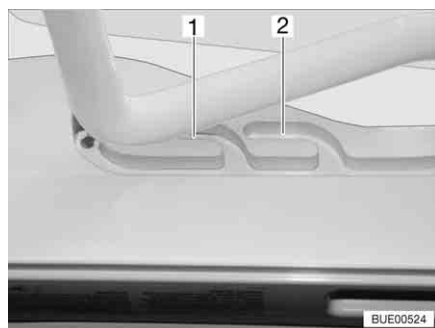
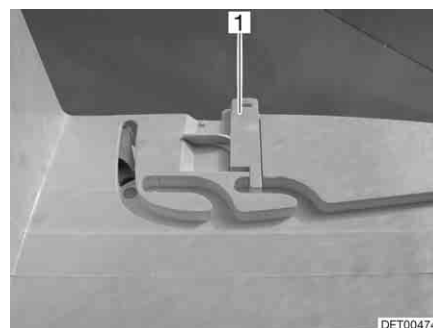

Bild 78 Heki-Dachhaube in Lüftungsstellung
Bild 79 Verriegelung Lüftungsstellung
Die Heki-Dachhaube kann in zwei Lüftungsstellungen gebracht werden: Schlechtwetterstellung (Bild 78,1) und Mittelstellung (Bild 78,2). Je nach Modell kann die Dachhaube in der Mittelstellung mit dem Riegel (Bild 79,1) verriegelt werden.
- Den Bügel leicht nach oben drücken und in die gewählte Führung (Bild 78,1 oder 2) schieben und ggf. verriegeln.